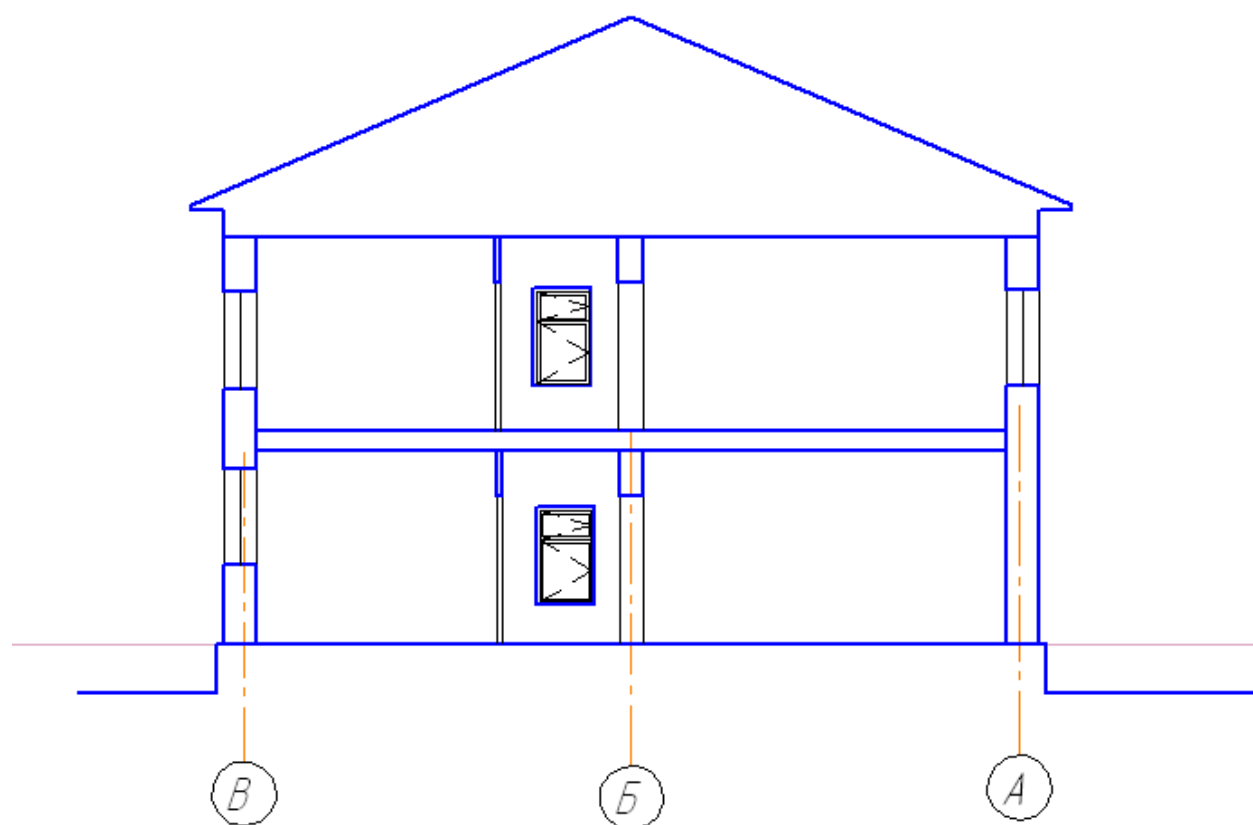

Рис. 19
6. Перенести из плана те элементы здания, которые попали в секущую плоскость 2-2, кроме лестничного марша. Оконные проемы спроецировать с фасада здания при помощи вспомогательных прямых (рис. 19).